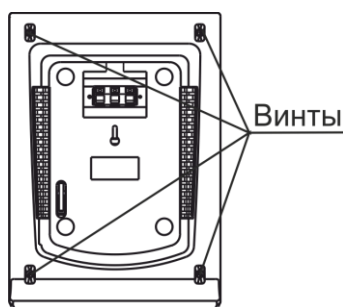

Рисунок 11.18
- снять крышку корпуса, отвернув 4 винта на основании ОПР (см. рисунок 11.18):